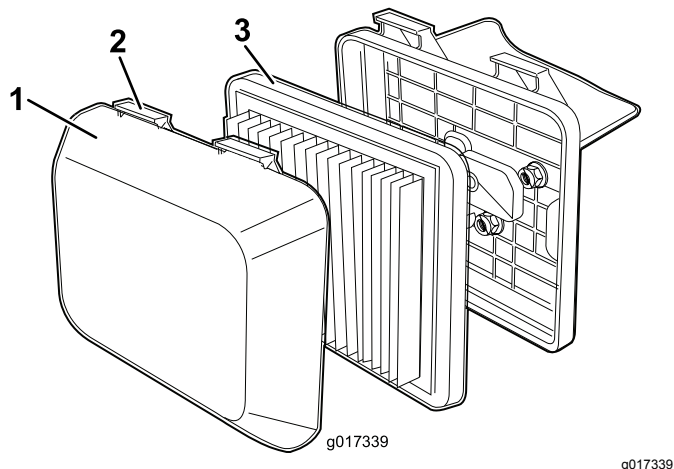

Figura 21
1. Pressione as patilhas do trinco na parte superior da cobertura do filtro de ar (Figura 21).
3. Retire o filtro (Figura 21).